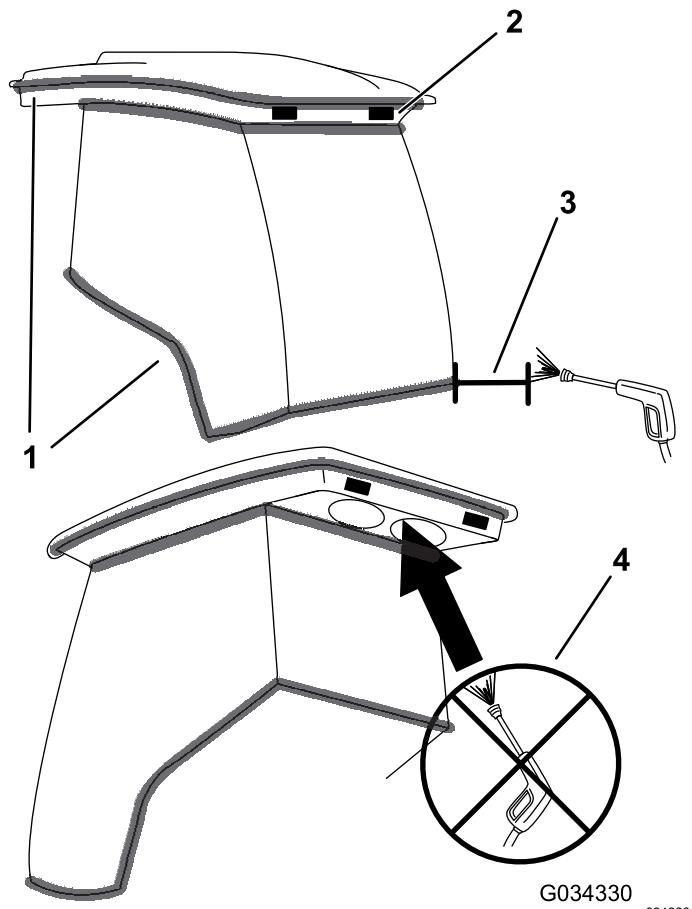

Bild 55
**Wichtig:** Passen Sie in der Nähe von Kabinendichtungen und Lampen auf (Bild 55). Halten Sie bei der Verwendung eines Hochdruckreinigers das Strahlrohr mindestens 0,6 m von der Maschine entfernt. Verwenden Sie keinen Hochdruckreiniger direkt an Kabinendichtungen oder unter dem hinteren Überhang.